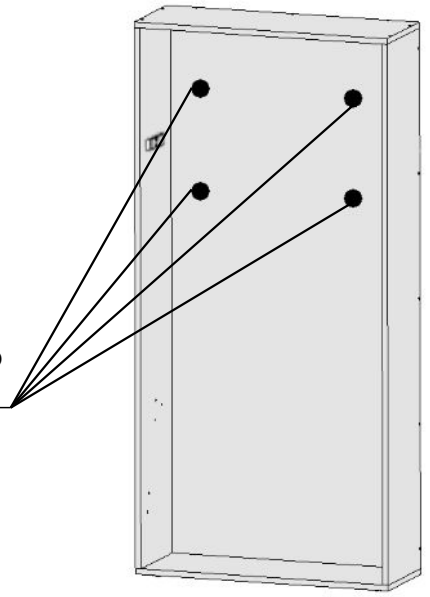

Рис.1.3
**СОБЛЮДАТЬ ВСЕ МЕРЫ ПРЕДОСТОРОЖНОСТИ ОТ СЛУЧАЙНОГО ПАДЕНИЯ, ВПЛОТЬ ДО ОКОНЧАТЕЛЬНОГО ЗАКРЕПЛЕНИЯ.** Разметить отверстия для закрепления короба к стене комнаты в стенках задних поз.45 (в каждой не менее двух точек выше середины). **КООРДИНАТЫ ТОЧЕК В СООТВЕТСТВИИ С РИС.28 или рис.1.3 .**
**ЗАКРЕПЛЕНИЕ ПРОИЗВОДИТЬ С ПОМОЩЬЮ АНКЕРНОГО КРЕПЕЖА ИЛИ ШУРУПОВ С ДЮБЕЛЯМИ К БЕТОННОЙ ИЛИ КИРПИЧНОЙ СТЕНЕ. ГЛУБИНА ВХОЖДЕНИЯ АНКЕРНОГО КРЕПЕЖА В ЖЕЛЕЗОБЕТОН ИЛИ КИРПИЧ НЕ МЕНЕЕ 100ММ (РИС.1.3 ИЛИ 28).**